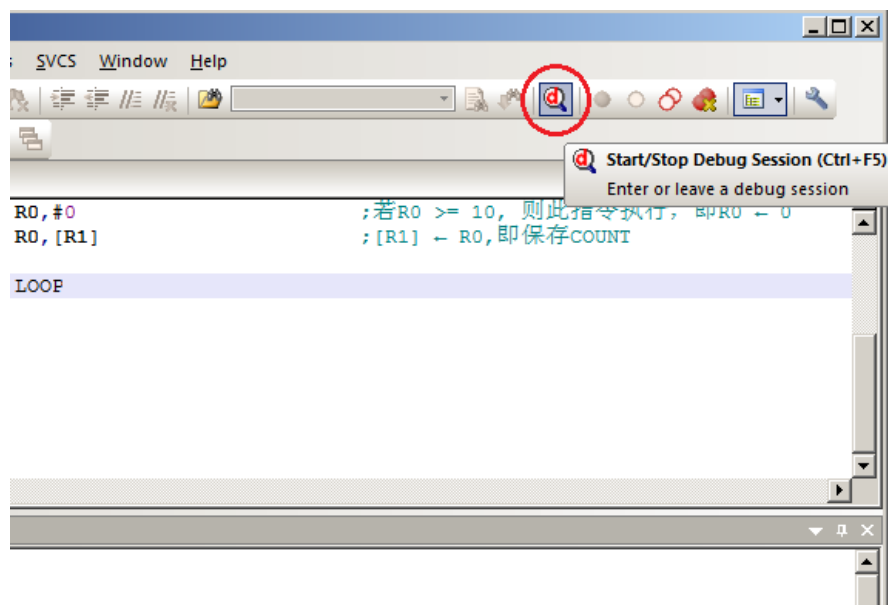
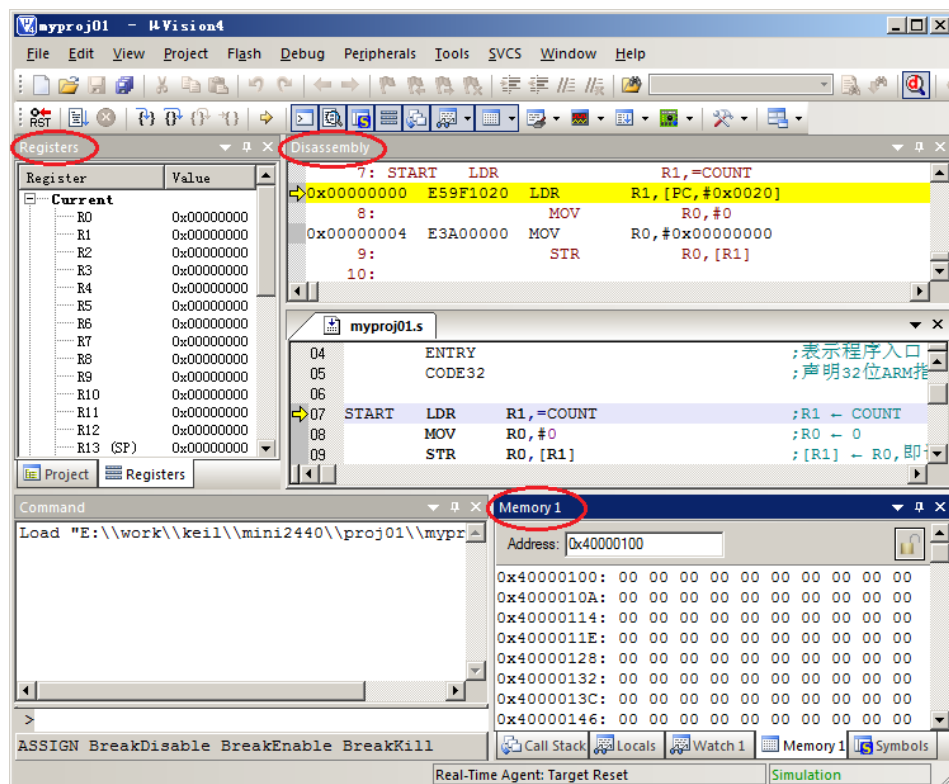
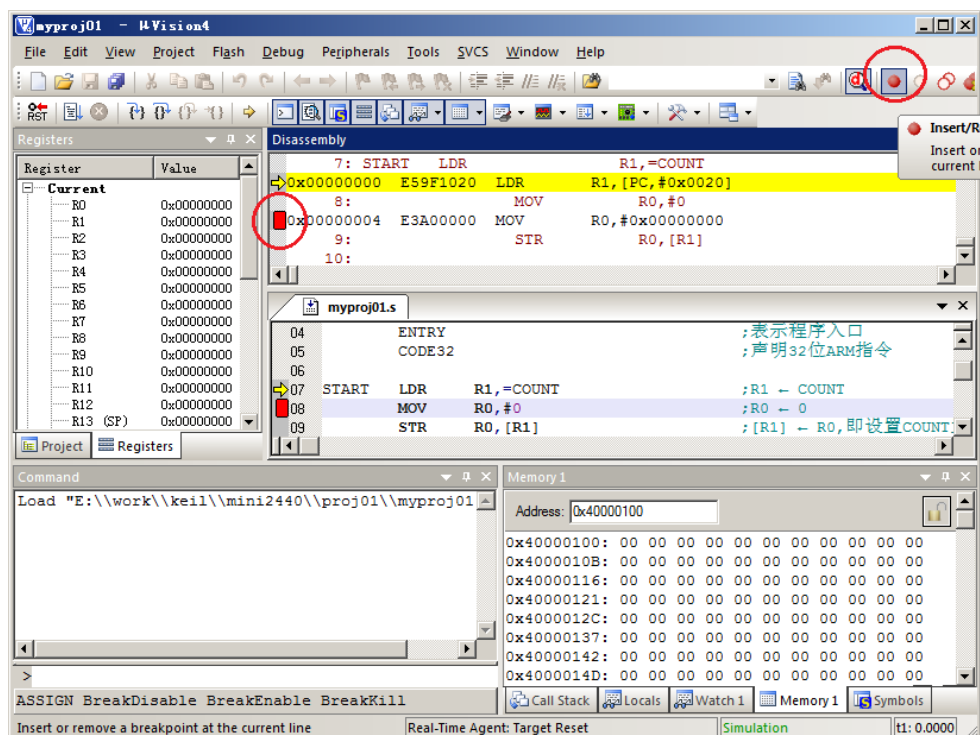
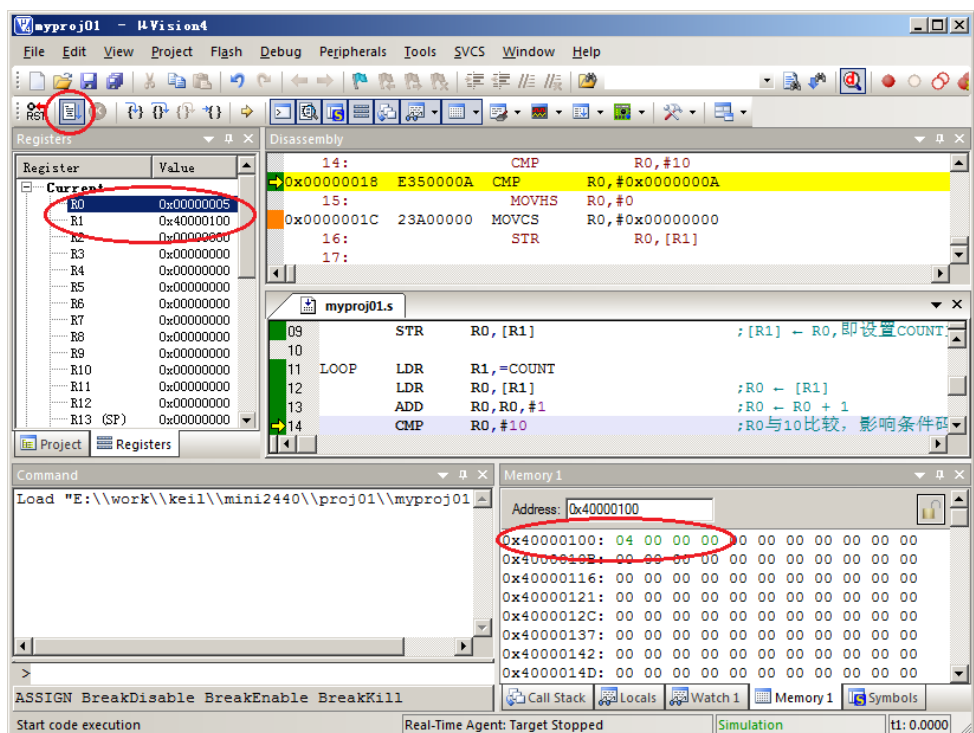

图 1-11 调试运行
图 1-12 调试界面
图 1-13 设置断点
图 1-14 运行程序
(5) 进行软件仿真调试。见图 1-11、图 1-12、图 1-13、图 1-14。